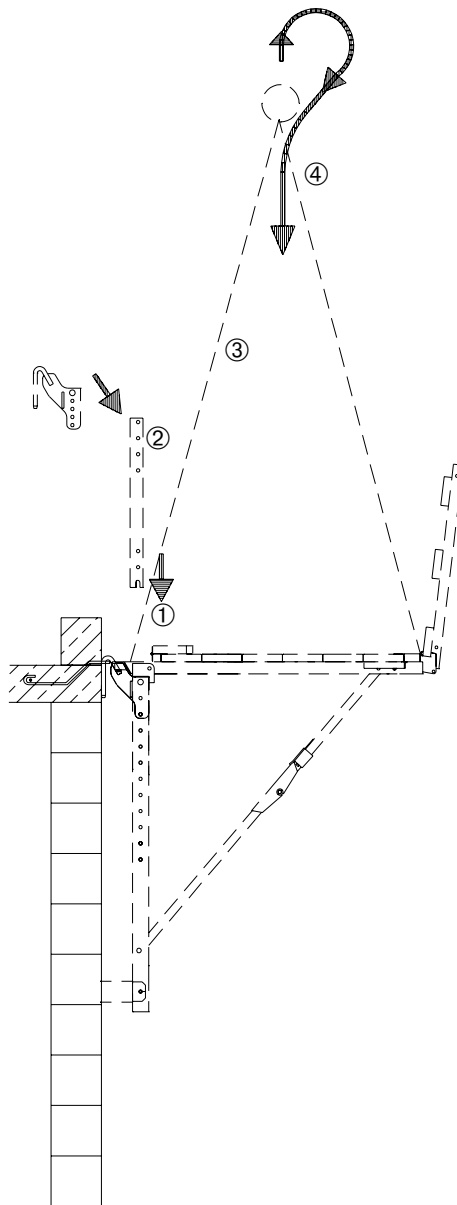

Abb. 15.1
Die Aktionsschritte 1., 2., 3. usw. in der nachfolgenden Anleitung beziehen sich auch auf die Ziffern in Abb. 15.1.
1. Die Klappdielen müssen aufgeklappt sein wie in Abb. 15.1.
4. Die Bühne an die gewünschte Stelle einfliegen (Abb. 15.1).